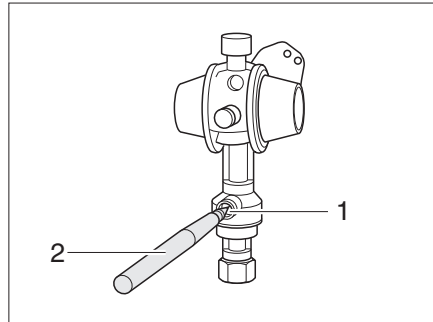

Fig. 189 Crash-Sensor
- Presionar con un pasador (Fig. 189,2) el botón de desbloqueo (Fig. 189,1) varios segundos.